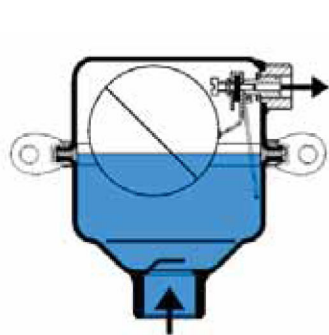

Рис. 1
1. **Воздухоотводчики постоянного действия** предназначены для удаления газов из жидкостных систем, образующихся в процессе нормальной работы системы. Как правило, это растворённый или испарившийся газ. При отсутствии газа клапан воздухоотводчика удерживается в закрытом положении посредством поплавкового механизма. При всплытии газа и снижении уровня жидкости, поплавок опускается, открывает клапан и выпускает воздух из системы (рис. 1). При понижении давления до атмосферного и снижении уровня жидкости воздухоотводчик работает в режиме запуска воздуха. Этого можно избежать установкой обратного клапана. Некоторые типы воздухоотводчиков могут быть оборудованы встроенными обратными клапанами. Пример воздухоотводчика постоянного действия – EB1.12.